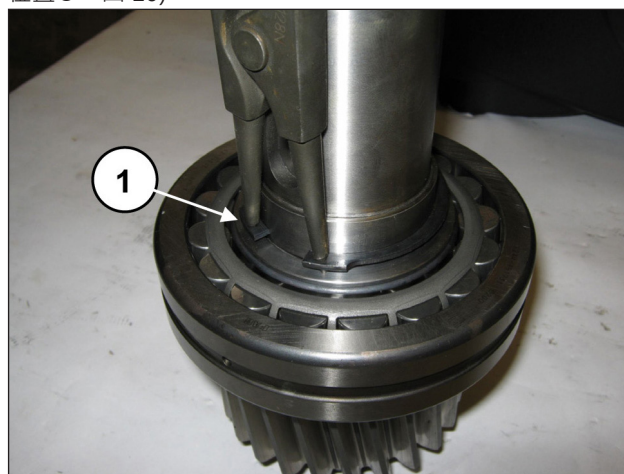
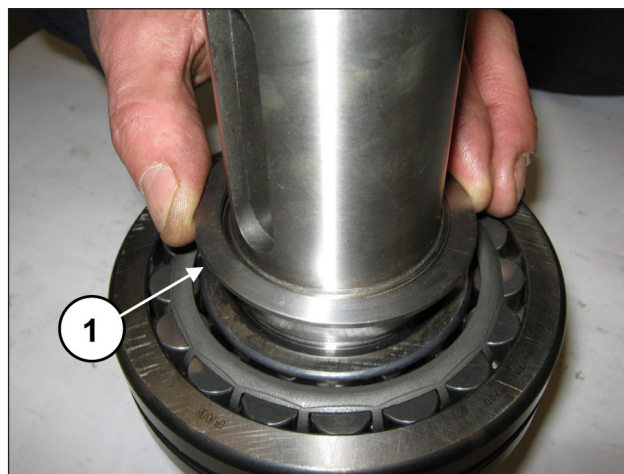

图9
图10
从小齿轮拆除开口环 Ø55 (位置① · 图9) 和轴承支撑环 (位置① · 图10)。